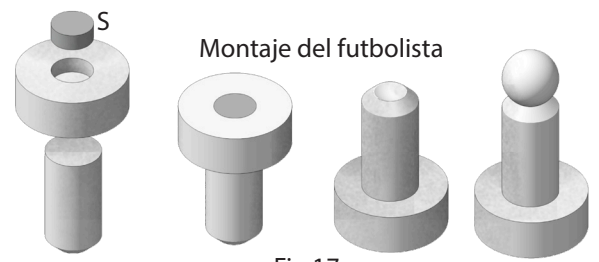

Fig.17
18. En el otro trozo largo de varilla (120mm), en un extremo, hacer una perforación de 6 mm de profundidad y $\varnothing 15$ mm en el centro. En esta perforación, encolar el segundo imán de disco (12), como se ve en la Fig. 17.